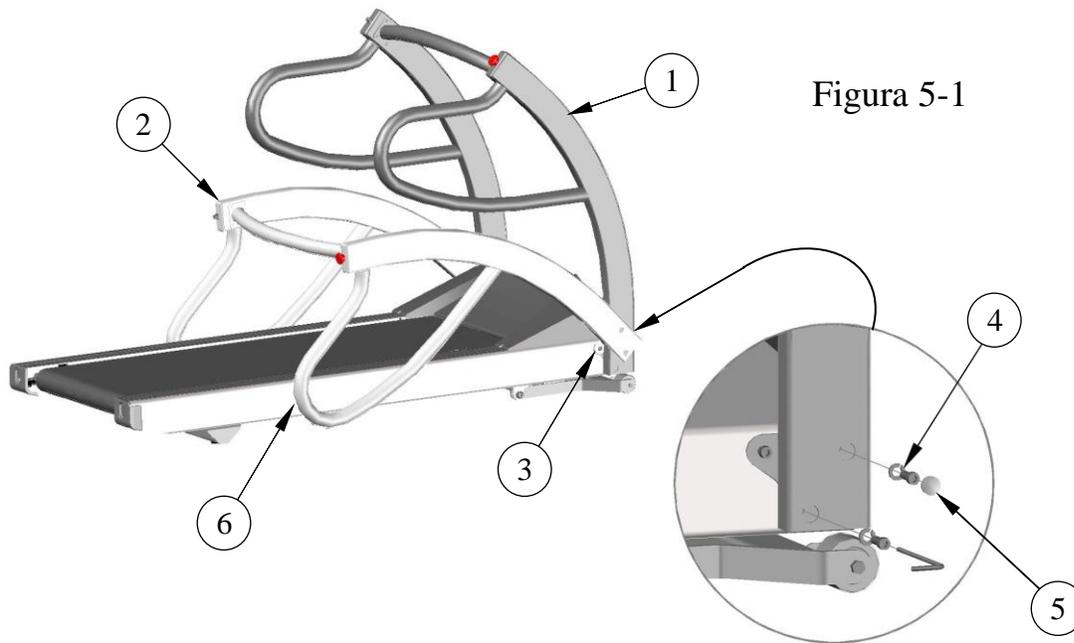

Figura 5-1
1. Con la ayuda de una segunda persona, gire el conjunto del pasamanos a la posición de funcionamiento, inserte (2) tornillos de 3/8-16 y arandelas de seguridad de 3/8 a cada lado y apriete firmemente.
2. Instale (2) tapas de plástico a cada lado para lograr una apariencia acabada. Figura 5-1